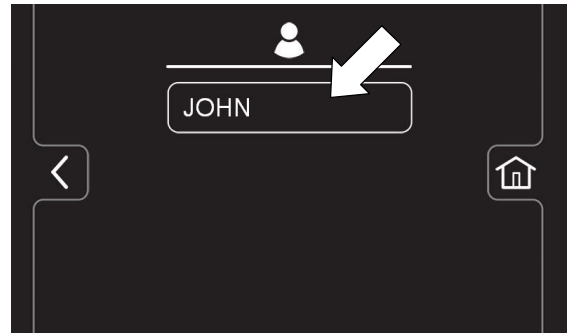

ABB. 157
- d. Wählen Sie ein vorher zugewiesenes Benutzerprofil. In diesem Beispiel wird das Bedienerprofil “JOHN” ausgewählt (Abbildung 157). Drehen Sie den Zündschlüssel auf Aus, um die Einstellung anzuwenden.